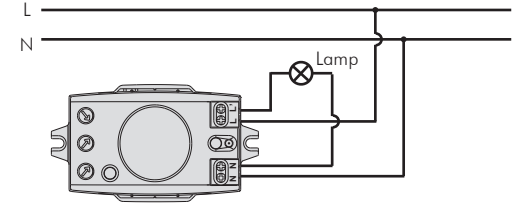

FIG.9
6.2.1 A relier à la lampe (voir fig. 9).